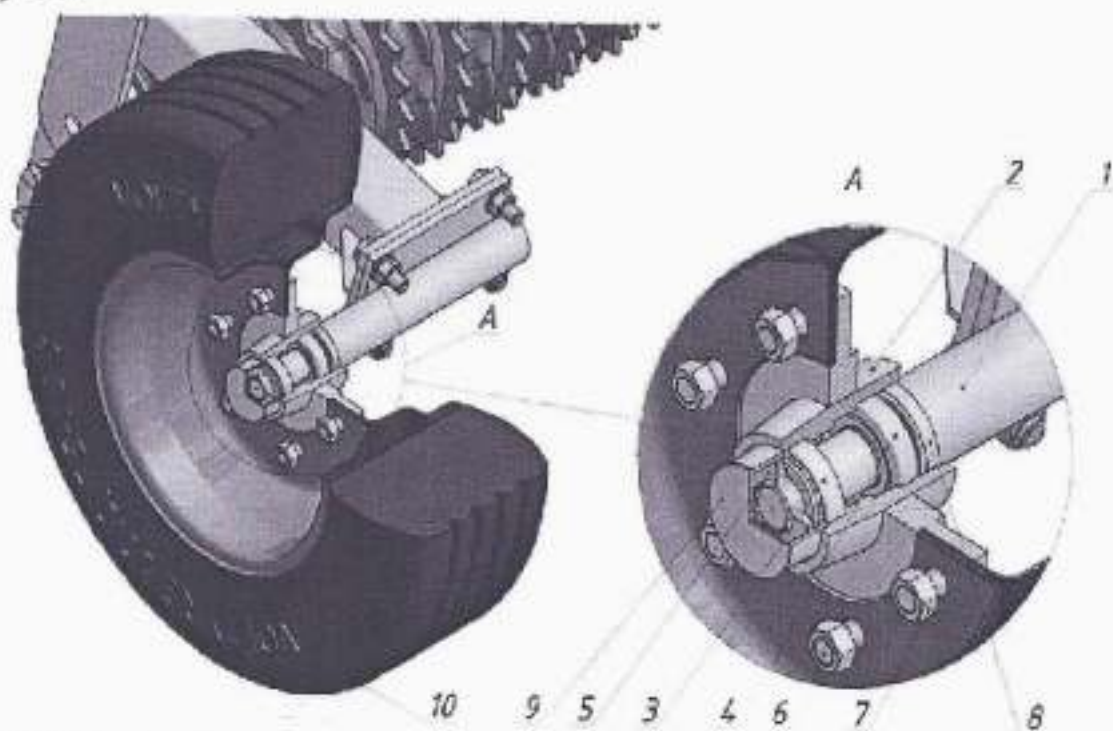

Рисунок 9 - Опорное колесо
2. Для регулировки осевого зазора в подшипниках колес 5,6 (рисунок 9) отвернуть болты 18 крышки 11, снять крышку, отогнуть стопорный усик шайбы 10, отвернуть гайку 9 и поворачивая колеса от руки, затянуть гайку до появления повышенного сопротивления вращения колеса, затем отвернуть ее на $\frac{1}{4}$ оборота обратно.